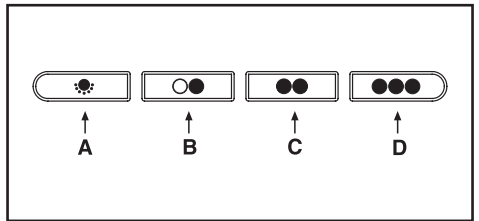

Fig.10
• **Commandes mécaniques (Fig.10)** les symboles sont indiqués ci-dessous: